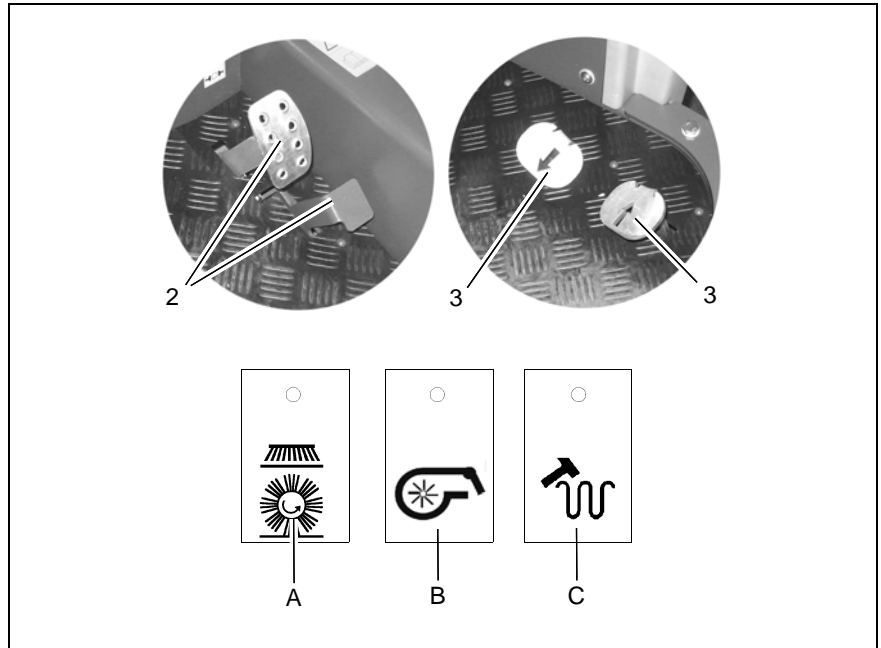

Abb.6
3. Kehrfunktion mit dem Taster (Abb. 6/A) einschalten. Kehrwalze, Seitenbesen und Sauggebläse werden aktiviert.
4. Bei feuchtem Kehrgut das Sauggebläse mit dem Taster (Abb. 6/B) ausschalten.
5. Feststellbremse (Abb. 6/2) bis zur Endlage lösen.
6. Fahrpedal (Abb. 6/3) langsam niederdrücken, bis die gewünschte Fahrgeschwindigkeit erreicht ist.
7. Es wird empfohlen den Filter regelmäßig zu reinigen. Dazu den Taster (Abb. 6/C) betätigen.